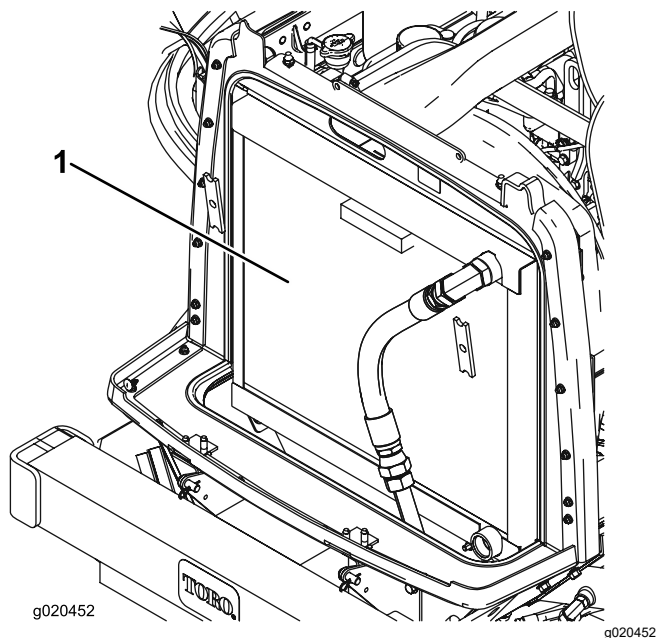

Bild 77
3. Reinigen Sie beide Seiten des Kühlers bzw. Ölkühlers gründlich mit Druckluft (Bild 77).